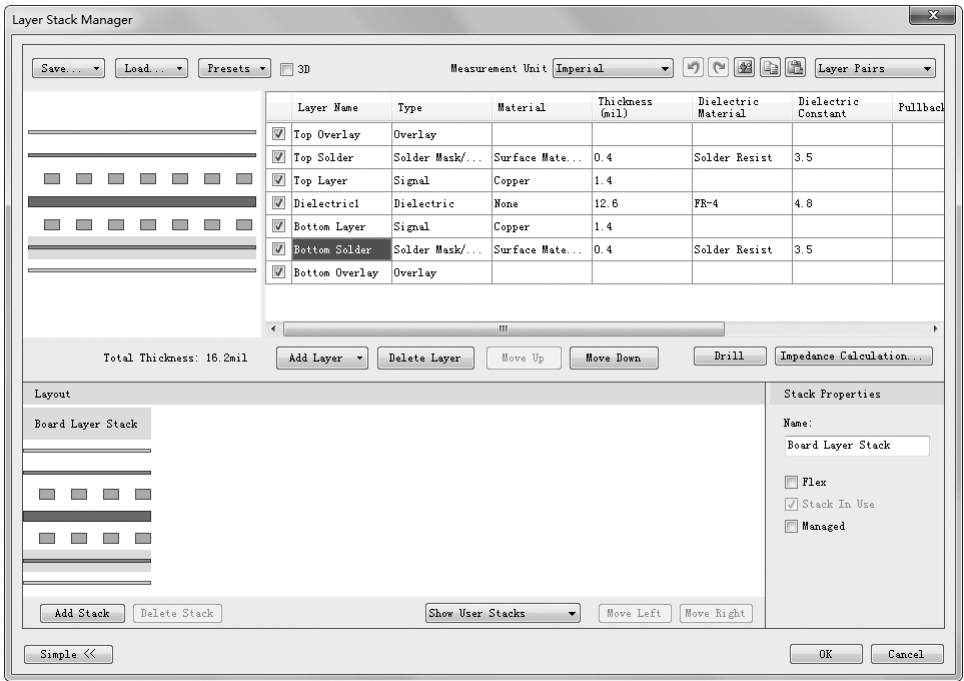

图 7-34 板堆叠特性的设置
- 单击 **Advanced >>** 按钮，对话框中增加了电路板堆叠特性的设置，如图 7-34 所示。